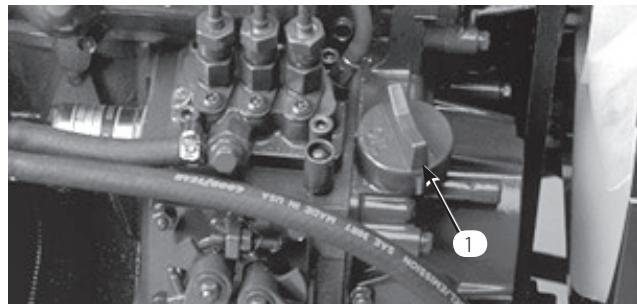

図 26
3. 不足している場合は補給口キャップ（図26）をとり、ディップスティックの Full 位置まで少量ずつオイルを補給する；補給中、ディップスティックで何度も油量を確認しながら入れること。